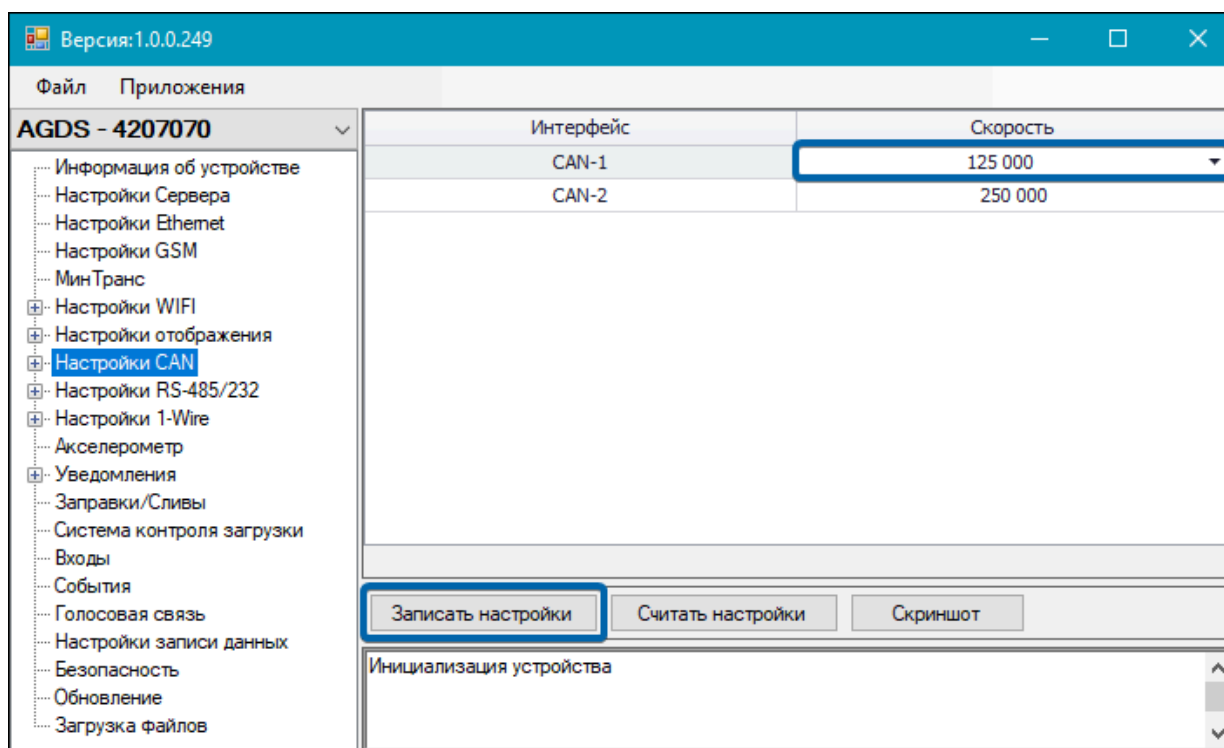

Рис.81. Настройка скорости передачи данных для интерфейса CAN1
2. Выберите в списке программы-конфигуратора пункт «Настройки CAN» (Рис.81).